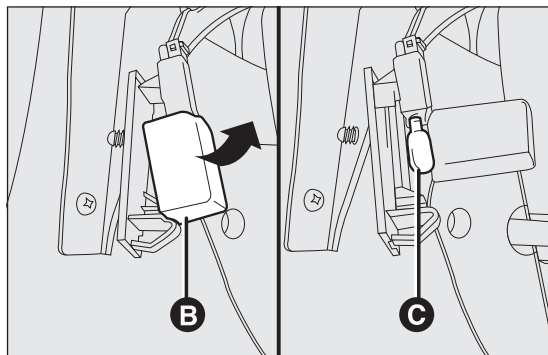

Abb. 123
- ☐ Die Lampenabdeckung B Abb. 123 öffnen und die mit Druck eingesetzte Lampe C Abb. 123 austauschen;